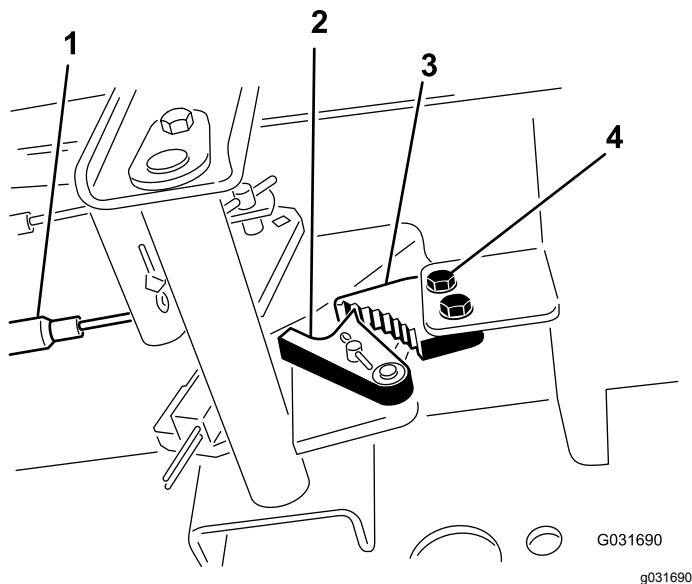

Figura 53
1. Solte os 2 parafusos que prendem a lingueta do travão de estacionamento à estrutura (Figura 53).
2. Carregue no pedal do travão para a frente até o detentor do estacionamento engatar completamente na lingueta do travão (Figura 53).